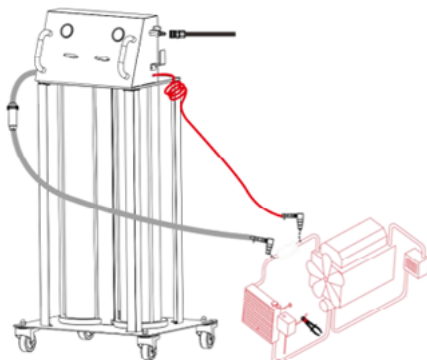

Fig 10.
1. Отсоедините верхний шланг радиатора, выберите шланги соответствующего диаметра и ступенчатые адаптеры и подсоедините их к шлангам автомобиля. Подсоедините к радиатору шланг отработанной жидкости (прозрачный), а к двигателю – шланг свежей жидкости (красный) (рис. 10).